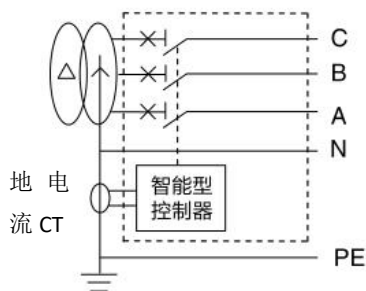

图 4
4. 接地故障保护有两种方式，第一种为差值型（T），智能控制器检测三相电流和中性极电流的矢量和进行保护。根据断路器的极数分为 3PT，4PT，(3P+N)T 等三种形式，分别见图 1、2、3，第二种为地电流型（W），智能控制器通过一个附加电流互感器检测 N 线与 PE 线之间的电流进行保护，如图 4 所示